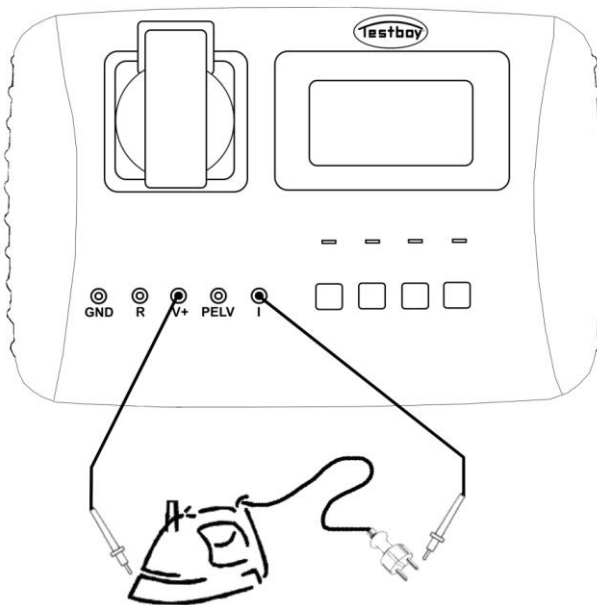

Bild 4
- | Messung über die Messleitungen (Bild 4)